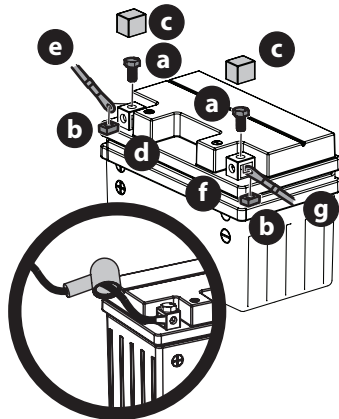

Figura 21
- Extraiga los tornillos hexagonales (a) y las tuercas cuadradas (b) instalados de fábrica en el extremo del arnés de cables. Guarde los herrajes para uso posterior (Figura 21).
- Retire la cubierta plástica (c), si está presente, del borne positivo de la batería (d) y una el cable rojo (e) al borne positivo de la batería (b) utilizando uno de los tornillos hexagonales (a) y las tuercas cuadradas (b) que se extrajeron en el paso 1. Use un destornillador Philips (Figura 21).
- Coloque el capuchón de caucho rojo por encima del borne positivo de la batería para protegerlo contra la corrosión (Figura 21 inserto).
- Retire la cubierta plástica (c), si está presente, del borne negativo de la batería (f) y una el cable negro (g) al borne negativo de la batería (f) utilizando el tornillo hexagonal restante (a) y la tuerca cuadrada (b) (Figura 21).